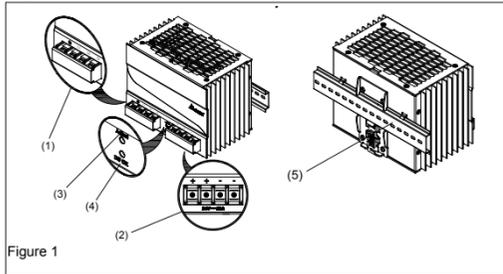
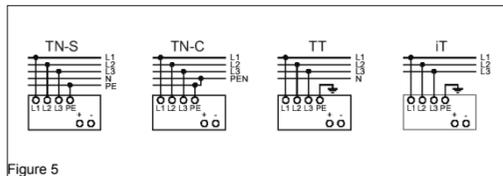

Figure 1
Figure 5
2. Gerätebeschreibung (Abb. 1)
5.1. Anschluss der Eingangsklemmen (Abb. 1, Abb. 5)
Verwenden Sie die Eingangsklemmen L1, L2, L3 und PE (Schutzleiter), um den 3-phasigen 400-500Vac-Anschluss herzustellen. Abb. 5 zeigt den Anschluss an die unterschiedlichen Netztypen. Im Fall eines Phasenausfalls ist ein uneingeschränkter Betrieb des Gerätes bei Nennleistung noch möglich. Das Gerät verfügt über eine interne Sicherung. Es wird empfohlen für die 3 Phasen eine Vorsicherung mit 6A, 10A oder 16A Leistungsschutzschaltern zu verwenden.
5.2. Anschluss der Ausgangsklemmen (Abb. 1 (2))
Verwenden Sie die Schraubklemmen „+“ und „-“, um den 24Vdc-Anschluss herzustellen. Am Ausgang stehen 24Vdc zur Verfügung. Die Ausgangsspannung kann am Potentiometer zwischen 22 und 28Vdc eingestellt werden. Die grüne LED „DC OK“ zeigt die korrekte Funktion des Ausgangs an (Abb. 1 (4)). Das Gerät verfügt über einen Kurzschluss-, Überlast- und Überspannungsschutz, der auf 35Vdc begrenzt ist.